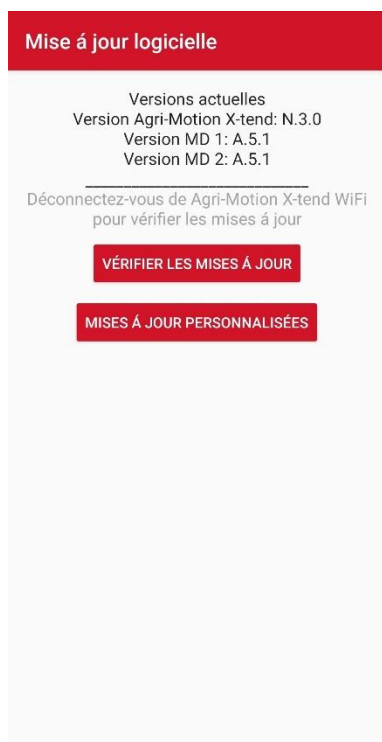

Figure 3-33 Mise à jour du logiciel
7. La touche "Mise à jour personnalisée" (Figure 3-33) permet de vérifier si des versions dédiées pour AP et MD sont disponibles sur le réseau.